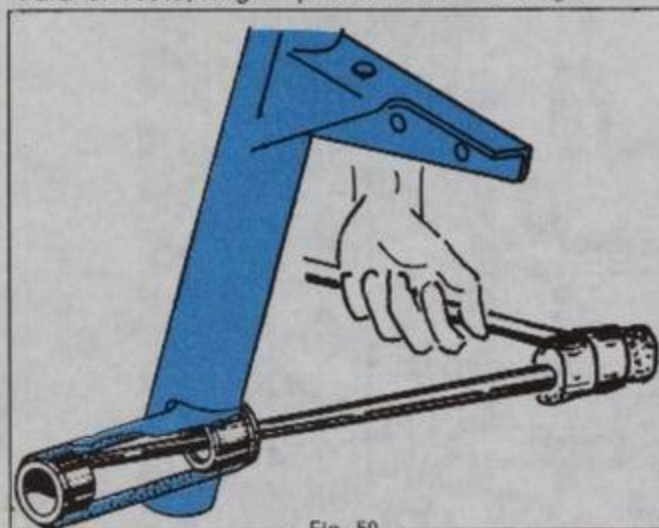

Fig. 50
**Fig. 50. Desmontaje casquillos tubo dirección:** Para realizar esta operación se usará un puntero de suficiente longitud (aproximadamente, 8 mm. de diámetro). Introduciéndose por un lateral, hacer tope en el casquillo del lado contrario; golpeando dicho puntero se extraerá el rodamiento (Fig. 50). Para el resto, seguir procedimiento análogo.